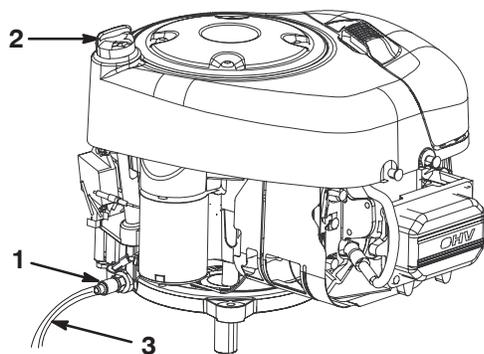

Figure 18
8. Insérez le tube de vidange dans la valve de vidange d'huile (Fig. 18).
10. Ourrez la valve de vidange d'huile (Fig. 18).